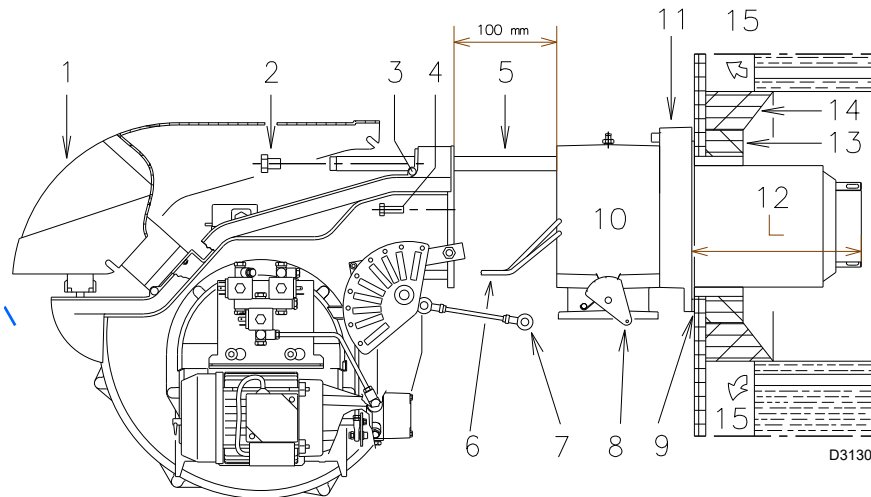
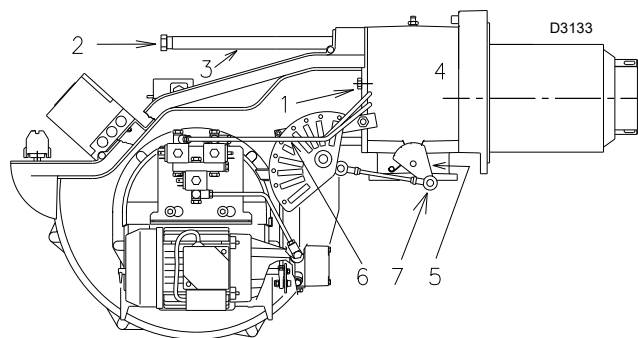

Рис. 14
Рис. 19
Для котлів з передніми димоходом 15) (Рис. 14 на сторінці 19) або камерою інверсії полум'я захист з вогнетривкого матеріалу 13) повинен бути вставлений між футеруванням котла 14) та полуменевою трубою 12).
Для котлів з водяним охолодженням передньої частини футерування 13)–14)(Рис. 14 на сторінці 19) не обов'язкове, якщо виробник котла не вимагає цього спеціально.
Зніміть головку згоряння з пальника, Рис. 14:
- Від'єднайте кабелі електрода й повністю викрутіть пальник з направляючих. Закріпіть трубну муфту з фланцем 11) (Рис. 14) на плиті котла, проклавши між ними ізоляційну прокладку 9) (Рис. 14) з комплекту постачання.
Установіть пальник на напрямних 3) (Рис. 19) на відстані близько 100 мм від трубної муфти 4) (Рис. 19) — пальник у положенні, показаному на Рис. 14.
Вставте кабелі електродів і посуňte пальник до трубної муфти, пальник має бути в положенні, показаному на Рис. 19.
Установіть гвинти 2) в напрямних 3) (Рис. 19).
Зафіксуйте пальник на трубній муфті гвинтами 1) (Рис. 19).
Під'єднайте трубки дизпалива, закрутивши два штуцери 6) (Рис. 14).
Приєднайте шарнірне з'єднання 7) до градуйованого сектора 5) (Рис. 19).